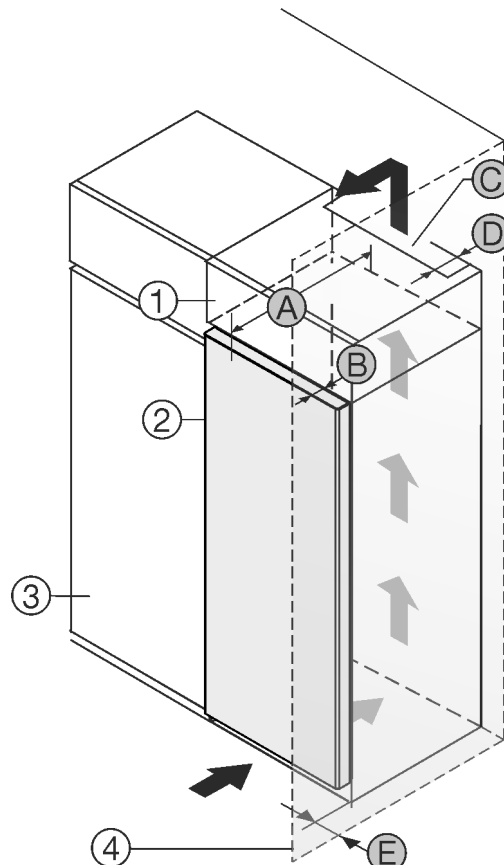

Fig. 1
Gerät direkt neben dem Küchenschrank Fig. 1 (3) aufstellen.
An der Rückseite des Aufsatzschrankes muss ein Abluftschacht mit der Tiefe Fig. 1 (D) über die gesamte Aufsatzschrankbreite vorhanden sein.
Unter der Raumdecke muss der Entlüftungsquerschnitt Fig. 1 (C) eingehalten werden.
Wenn das Gerät mit den Scharnieren neben einer Wand Fig. 1 (4) aufgestellt wird, muss der Abstand zwischen Gerät und Wand mindestens 13 mm betragen.
Wenn das Gerät mit den Scharnieren neben einer Wand Fig. 1 (4) aufgestellt wird, muss der Abstand zwischen Gerät und Wand mindestens 20 mm betragen.
Um die Türe vollständig öffnen zu können, muss Gerät um die Türtiefe Fig. 1 (B) gegenüber der Küchenschrankfront vorstehen. Abhängig von der Tiefe der Küchenschränke Fig. 1 (3) und Verwendung von Wandabstandshaltern kann das Gerät weiter herausragen.